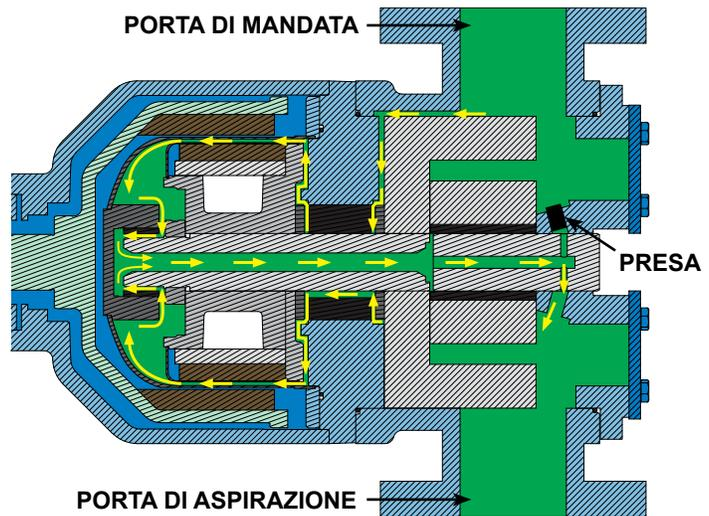

FIGURA 14
11. Assicurarsi che la spina sia installata sul foro della testa, alla base del perno dell'ingranaggio in folle , che allinea con la scanalatura verticale sulla piastra di adattamento. La spina sarà lievemente spostata sul lato Orario della scanalatura. Assicurarsi che il foro sul lato opposto non sia ostruito. Vedere Figura 14 a pagina 9.
La pompa è stata progettata per funzionare in entrambe le direzioni. Il fluido del processo è generalmente alimentato all'interfaccia della rondella di spinta interna e della boccola e quindi, attraverso una scanalatura, alla rondella di spinta esterna. In seguito, il fluido viene aspirato nella boccola della scatola e attraverso l'albero cavo e il perno dell'ingranaggio intermedio sino ad arrivare al lato di aspirazione della pompa. Quando la pompa funziona in direzione opposta, il fluido fluisce in senso inverso, vedere **figura 14**.